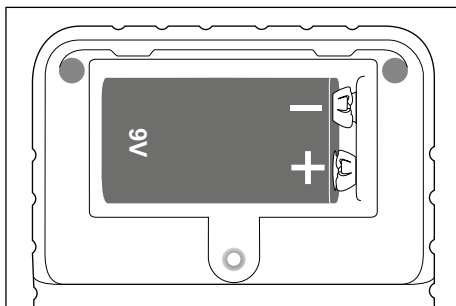

Fig. 2
- 2) Raccordez la pile bloc 9 V en respectant la polarité (+ et -) au connecteur à clip et posez la pile bloc 9 V dans le compartiment à pile (voir fig. 2).